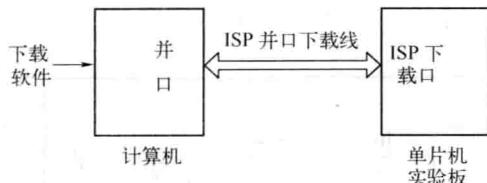
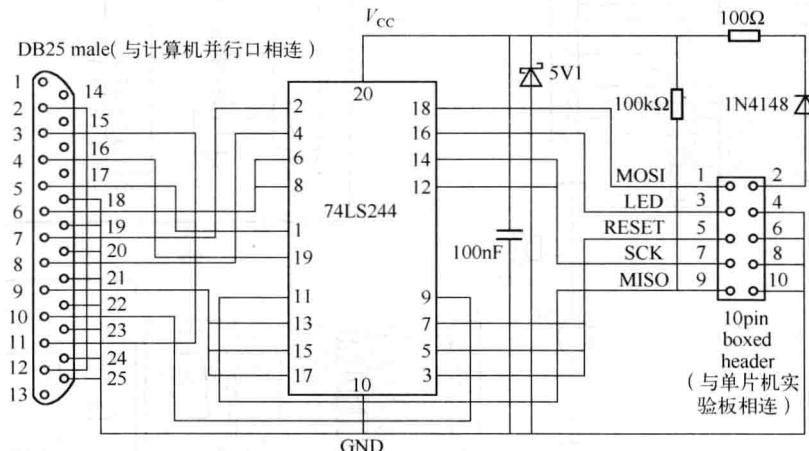
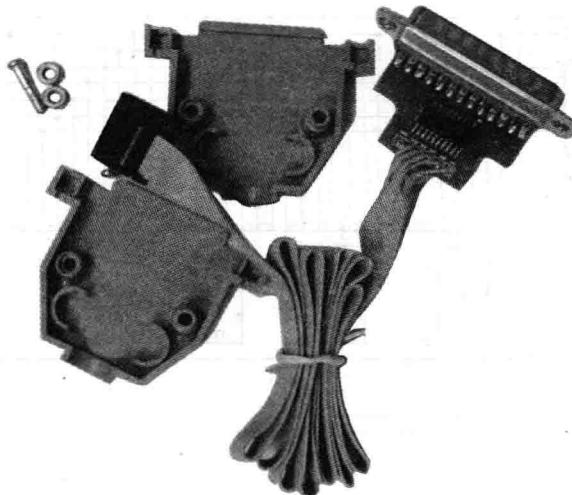
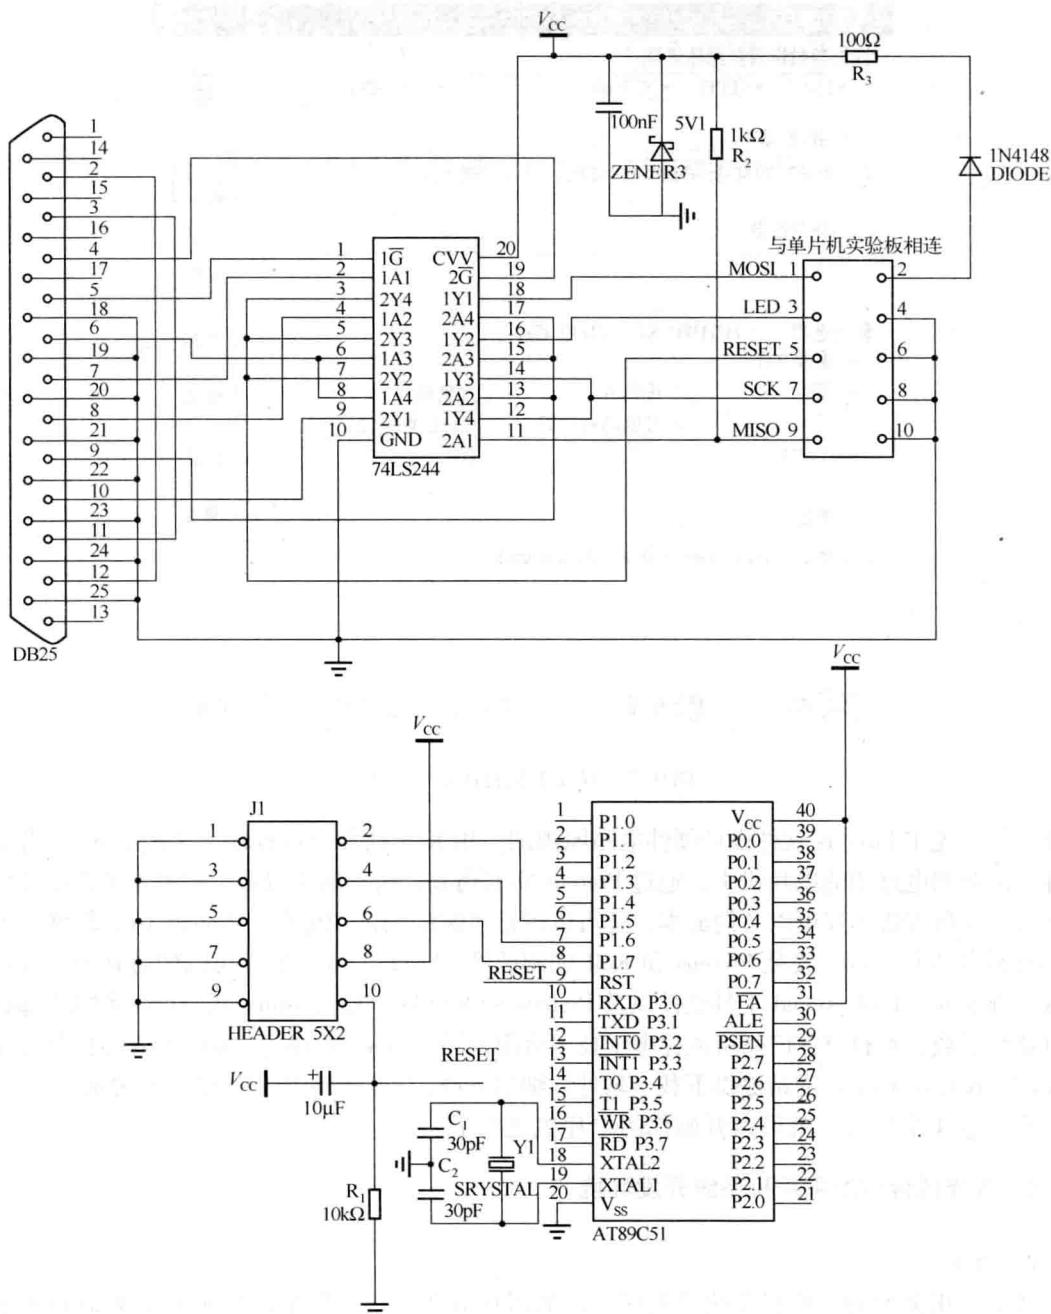

图 0-3 并行口 ISP 下载连接图
图 0-4 ISP 并口下载线电路图
图 0-5 ISP 并口下载线实物图
图 0-6 具有 ISP 下载口的 AT89S51 单片机最小系统电路图
(1) 下载线制作。ISP 下载包括并口下载和串口下载两种方式，这里介绍 ISP 并口下载方式，如图 0-3 所示。其中 ISP 并口下载线可以从市场上购买成品，也可以自行制作，电路如图 0-4 所示，ISP 下载线实物如图 0-5 所示，具有 ISP 下载口的 AT89S51 单片机最小系统电路如图 0-6 所示。
(2) AT89S51 单片机下载程序及使用方法。用于 ISP 程序下载的上位机程序有很多种，